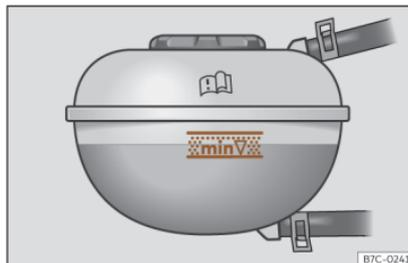

Fig. 199 Dans le compartiment-moteur : repère sur le vase d'expansion du liquide de refroidissement.
- Consultez le niveau de liquide de refroidissement dans le vase d'expansion. Lorsque le moteur est froid, le niveau de liquide de refroidissement doit rester entre les repères»» **fig. 199**. Lorsque le moteur est